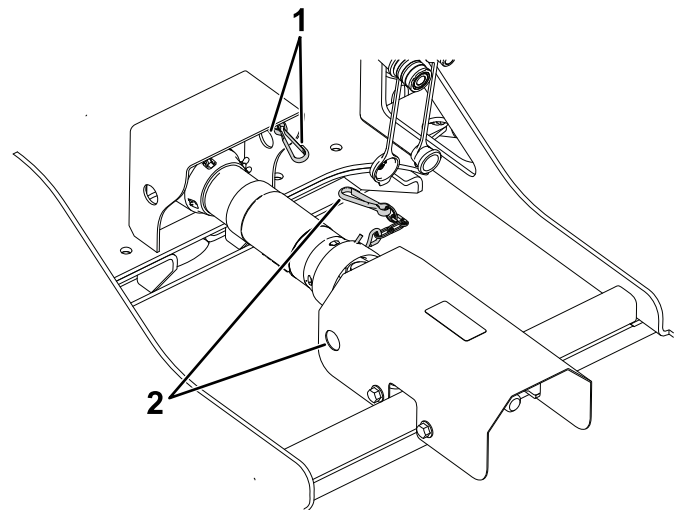

Bild 15
8. Verbinden Sie die Ketten der Antriebswellenabdeckung mit den in **Bild 15** dargestellten Stellen.